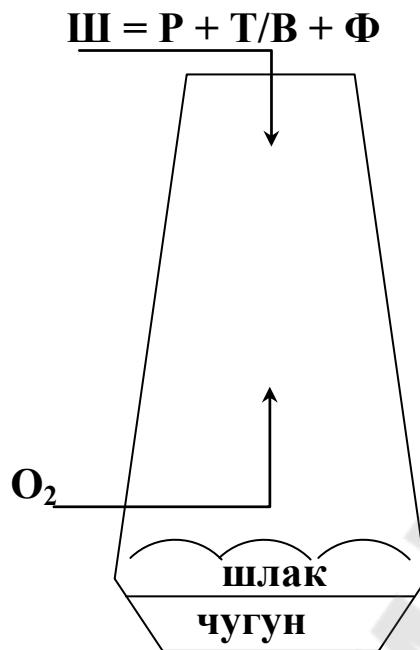

Рис. 8.1. Схема работы доменной печи: Ш – шихта; Р – руда; Т – топливо; В – восстановитель; Ф – флюсы
Принцип действия домны – противоток: движение шихты и воздуха идет противотоком (рис. 8.1): шихта падает вниз, воздух продувается вверх.
*I этап.* Сверху в печь засыпается сырье в виде шихты (рис. 8.1).